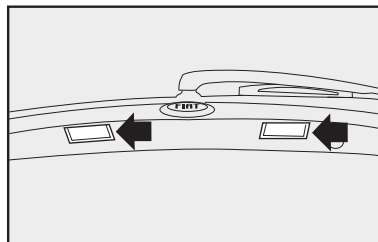

fig. 62
- 1) operar en los puntos indicados por las flechas **fig. 62** con un destornillador y quitar la lente transparente.